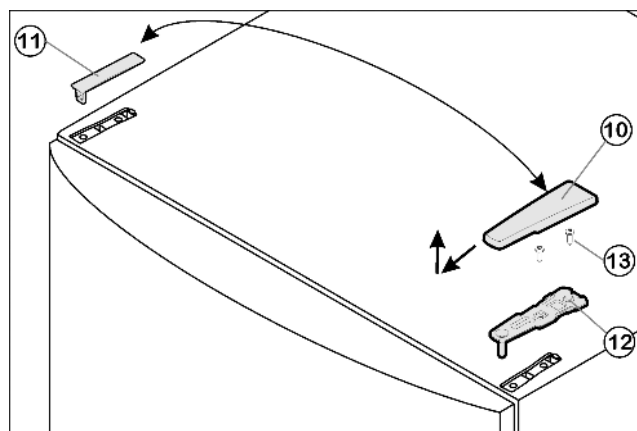

Fig. 4
- ▶ Afdekking Fig. 4 (10) naar voren en boven wegtrekken.
- ▶ Afdekking Fig. 4 (11) eraf nemen.
- ▶ Bovenste lagerbus *Fig. 4 (12)* losschroeven (2 maal Torx® 25) *Fig. 4 (13)* en naar boven eraf trekken.
- ▶ Plaats de bovenste lagerbus Fig. 4 (12) aan de nieuwe scharnierkant in de deur.
- ▶ Bovenste lagerbus Fig. 4 (12) goed (met 4 Nm) vastschroeven (2 maal Torx® 25) Fig. 4 (13). Steek de schroefgaten indien nodig voor of gebruik de accuschroevendraaier.
- ▶ Afdekking Fig. 4 (10) en afdekking Fig. 4 (11) elk op de tegenoverliggende zijde vastklikken.